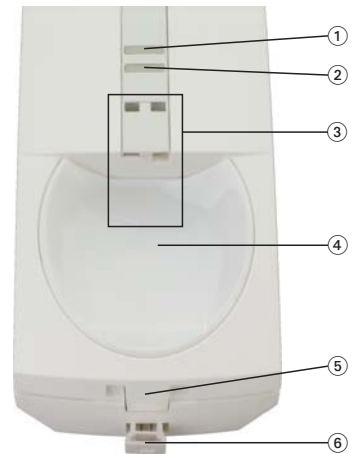

Abb. 2
Falls erforderlich, mit einem kleinen Schraubendreher o.ä. Plombe durchstoßen und nach unten herausziehen (1). Rastverschluss (unten in der Mitte, siehe Abb. 2/5) leicht nach innen drücken (2) und Gehäuseoberteil unten wegklappen (3). Gehäuseoberteil nach unten aushängen (4).